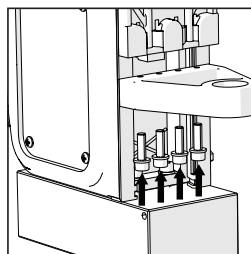

FIG. 8
- Enlevez le bloc support de l'arbre en enlevant les 4 boulons à tête creuse M5. **(Fig. 8)**